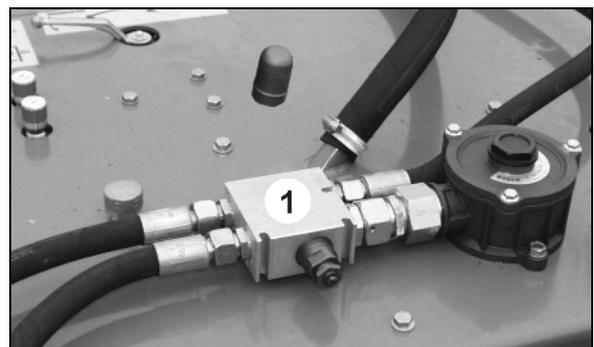

Fig. 103
- Limiteur de pression (Fig. 103/1)